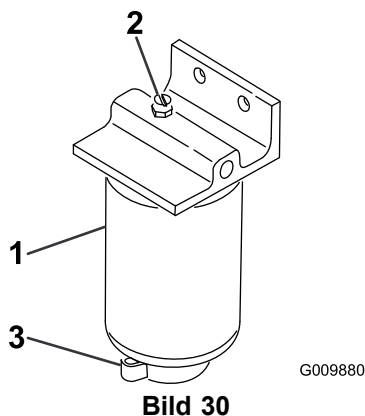

Bild 30
3. Lösen Sie die Entlüftungsschraube am Kraftstofffilter/Wasserabscheider (Bild 30).